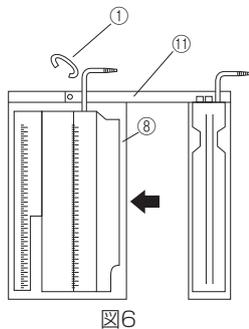

図6
- 1) 新しい排液ボトル⑧の水封室に「排液ボトルの水封室への注水(第5項)」の手順に従って排液ボトル⑧を準備する。
- 2) ハンガー⑪裏側の白いテープを剥がす。
- 3) ハンガー⑪から排液ボトル⑧側の吊具①を外し、排液ボトル⑧をハンガー⑪にスライドさせて取り外す。(図6)